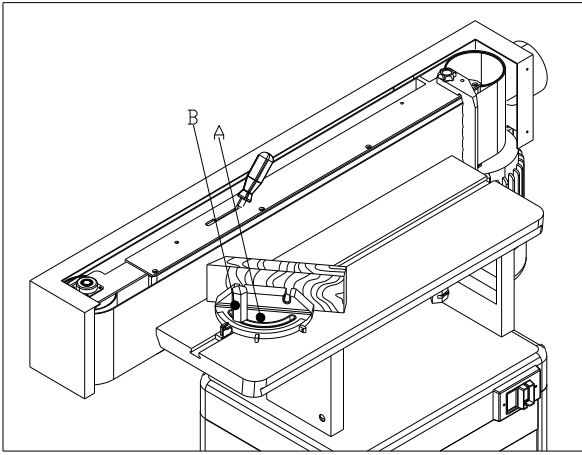

Fig: 5
- 1.MITER GAUGE (A) CAN BE ADJUSTED 45° — 90° AND CLAMPED BY HEX. HANDLE (B), SEE FIG.5
- 2.ADJUST MITER GAUGE(A)2.ADJUST MITER GAUGE(A) TO GET REQUIRED ANGLE GAUGE.